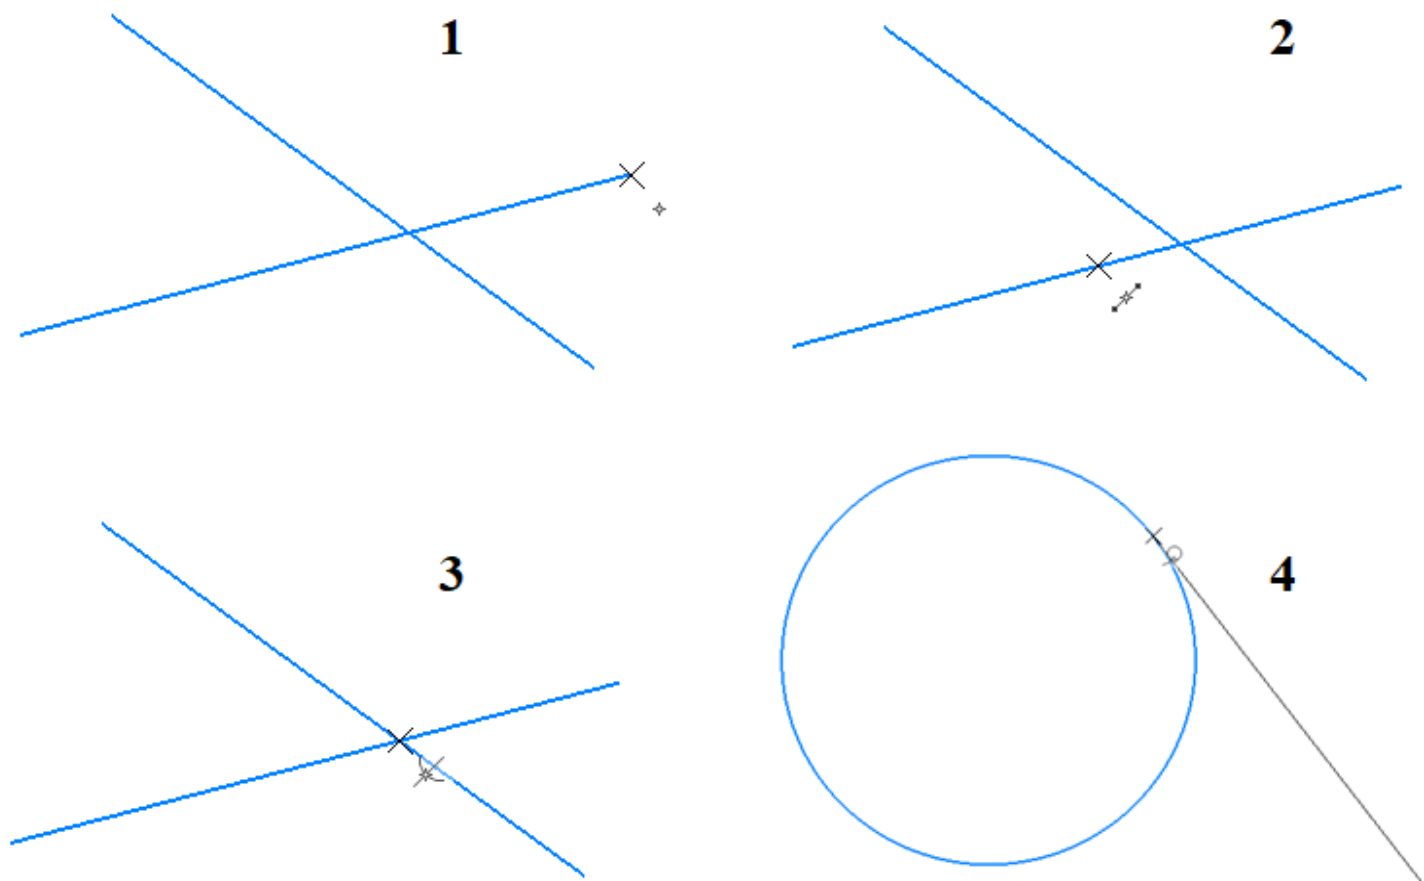

Рисунок 58 – Часто используемые привязки:
При включении привязки «Ближняя точка» в момент построения будет осуществляться автоматическое соприкосновение, например, с концами отрезков, рис. 58 (1). При этом, рядом с концом отрезка появляется значок точки. При использовании для построения привязки «Середины», подсвечивают центры прямых линий, рис. 58 (2). Как следует из названия, привязка «Пересечение» помогает определить точку наложения одного объекта на другой, рис. 58 (3). Привязка «Касание» помогает найти точку соприкосновения с окружностями и изогнутыми линиями, рис. 58 (4).